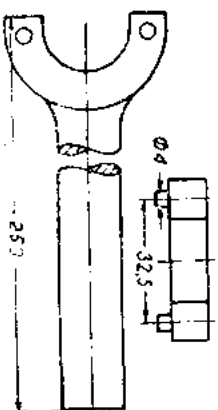

Рис. 71. Эскиз для изготовления ключа для разборки телескопических амортизаторов.
1. Выдвиньте шток в верхнее положение. Специальным ключом (рис. 71) отверните гайку 2, захватив ее за отверстие сверху.